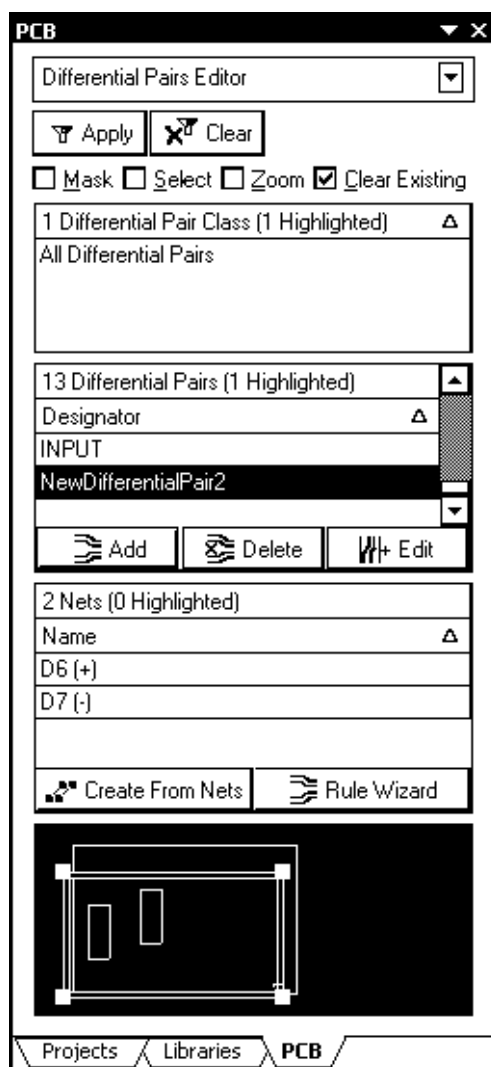
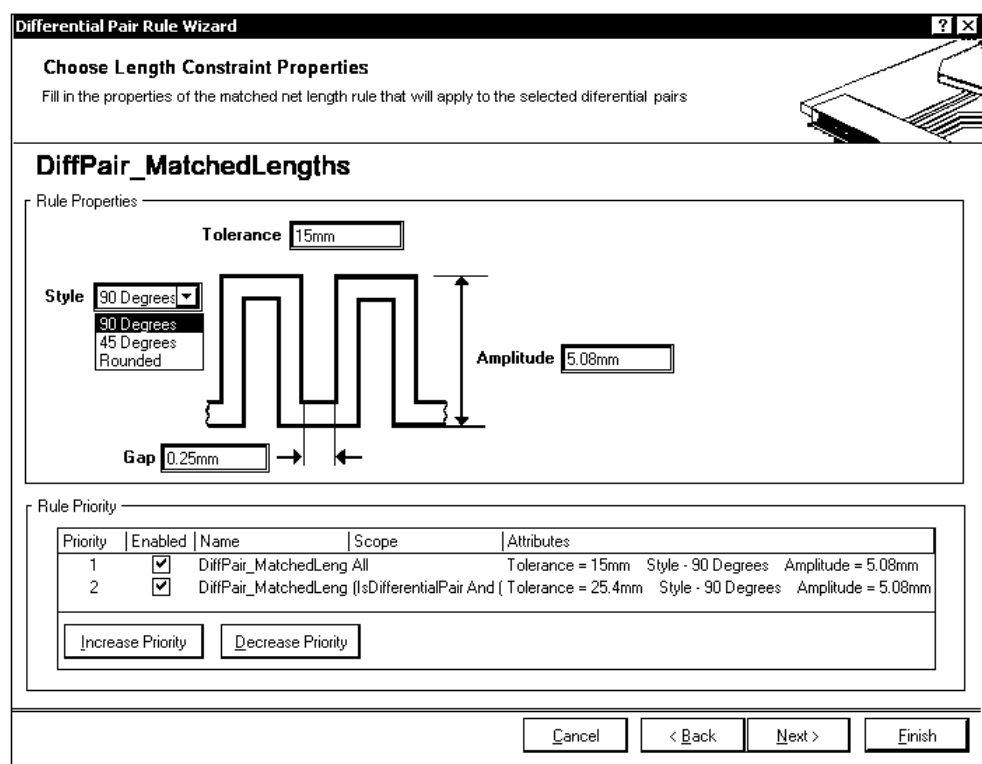

Рис. 6.16. Объявление дифференциальных пар в панели PCB
Рис. 6.20. Выравнивание длины проводников дифференциальной пары
В первом случае необходимо сначала активизировать плавающую панель **PCB** и переключить ее в режим редактирования дифференциальных пар **Differential Pairs Editor** (рис. 6.16). В среднем поле панели выводится список всех определенных в проекте дифференциальных пар, в том числе ранее назначенных в редакторе схемы.
Результат отобразится в полях панели **PCB** (см. рис. 6.16). При выделении курсором имени новой пары в колонке **Designator** центрального поля панели в нижележащее поле выводятся имена двух цепей, объединенных в дифференциальную пару. К ним добавлены индексы (+) и (–).
- ☐ **Matched Net** — выравнивание длины проводников в паре добавлением в короткий проводник лесенки или змейки. Данная настройка доступна в ветви **High Speed/Matched Net Lengths** дерева правил проектирования. Она также вызывается из плавающей панели **PCB** щелчком на кнопке **Rule Wizard** (см. рис. 6.16). Вызывается "Мастер подсказки", на одном из шагов которого открывается диалог настройки **DiffPair_MatchedLengths** — выравнивание длины проводников в дифференциальной паре (рис. 6.20).